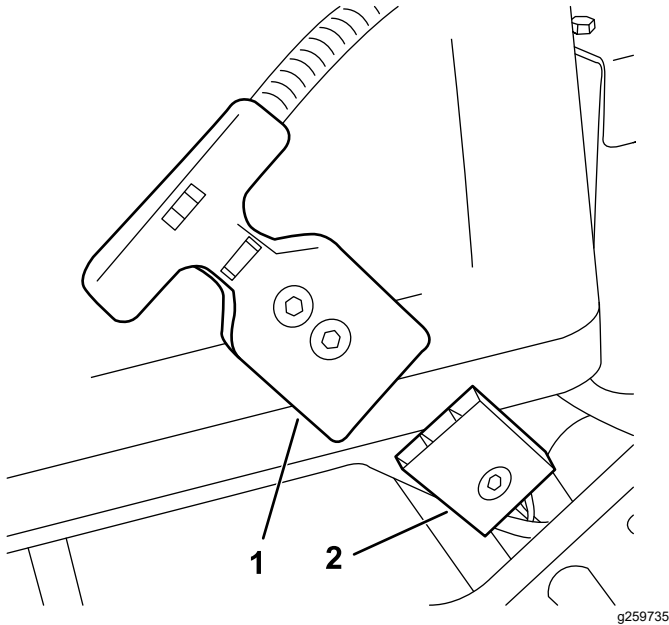

Figure 12
1. Branchez le connecteur à poignée en T sur le connecteur d'alimentation principal (Figure 12).